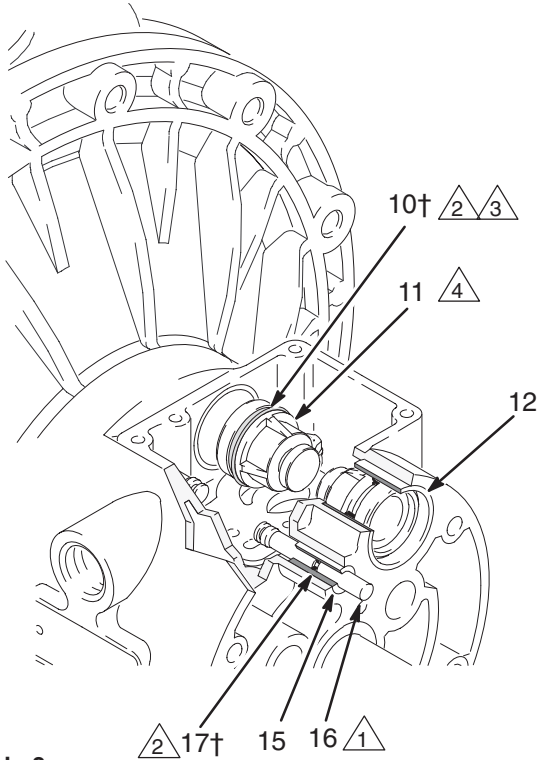

Abb. 8
4. Die beiden Stellmotorkolben (11) aus den Lagern (12) ziehen. Die Packungen (10) von den Kolben abziehen. Die Führungsstifte (16) aus den Lagern (15) ziehen. Die O-Ringe (17) von den Führungsstiften abziehen. Siehe Abb. 8.
6. Die Lager (12, 15) im eingebauten Zustand überprüfen. Siehe Abb. 8. Die Lager sind konisch; wenn sie schadhaf sind, müssen sie von außen ausgebaut werden. Dies erfordert den Ausbau der materialbenetzten Teile. Siehe Seite 20.
4. An jedem Führungsstift (16) einen O-Ring (17†) einbauen. Die Stifte und O-Ringe fetten. Die Stifte mit dem **schmalen** Ende voran in die Lager (15) einschieben. Siehe Abb. 8.
5. An jedem Stellmotorkolben (11) eine Packung (10†) einbauen, so daß die Lippen der Packungen zum **schmalen** Ende der Kolben weisen. Siehe Abb. 8.
6. Die Packungen (10†) und die Stellmotorkolben (11) fetten. Die Stellmotorkolben mit dem **dicken** Ende voran in die Lager (12) einschieben. Das schmale Ende des Kolbens frei lassen. Siehe Abb. 8.